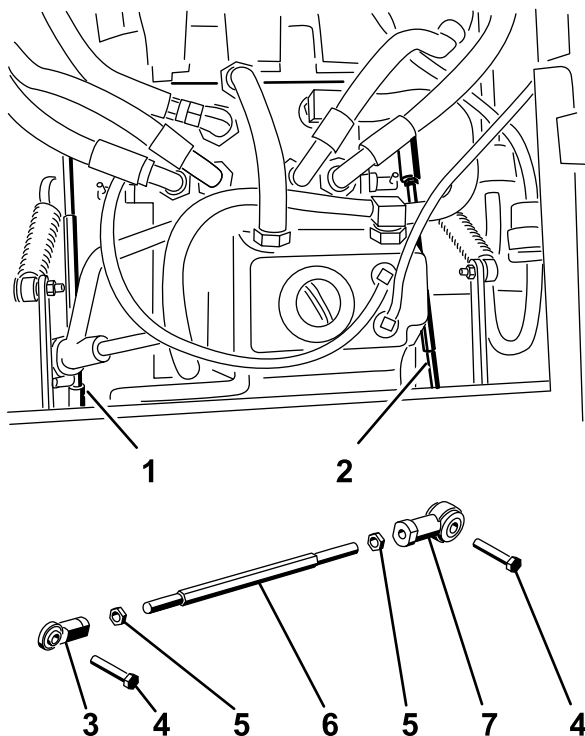

Figure 74
5. Réglez la longueur de la tige de pompe d'un côté en tournant le bouton dans le sens voulu, jusqu'à ce que la roue correspondante soit immobilisée ou tourne légèrement en marche arrière (Figure 74).